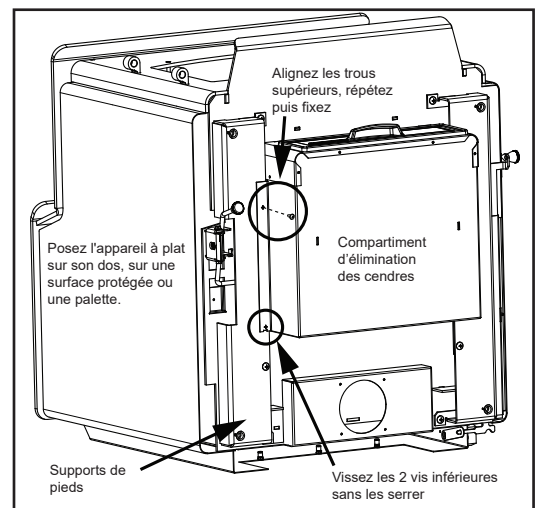

Figure 21.1
- Commencez par les deux boulons du bas à travers le tiroir à cendres et dans la base de l'appareil (**Figure 21.1**).